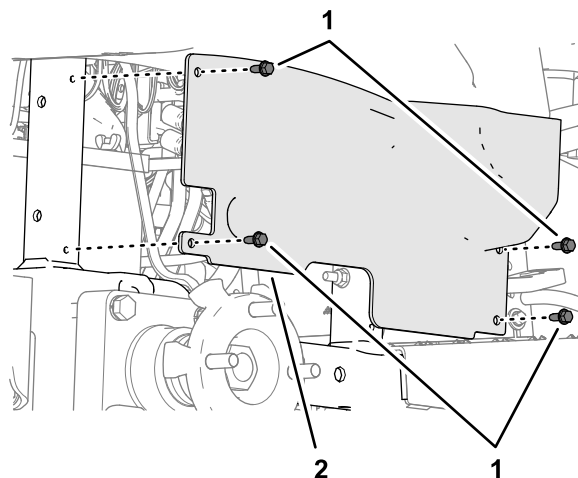

図 30
3. ホイールシュラウドを車体フレームに固定しているフランジキャップスクリュー $\frac{1}{4} \times \frac{5}{8}$ " 4本を外す 図 30。
6. ホイールシュラウドの穴を機体フレームの穴に合わせ 図 30、シュラウドをフレームに固定するステップ3で外したフランジキャップスクリュー1/4 x 5/8"4本を使用する。